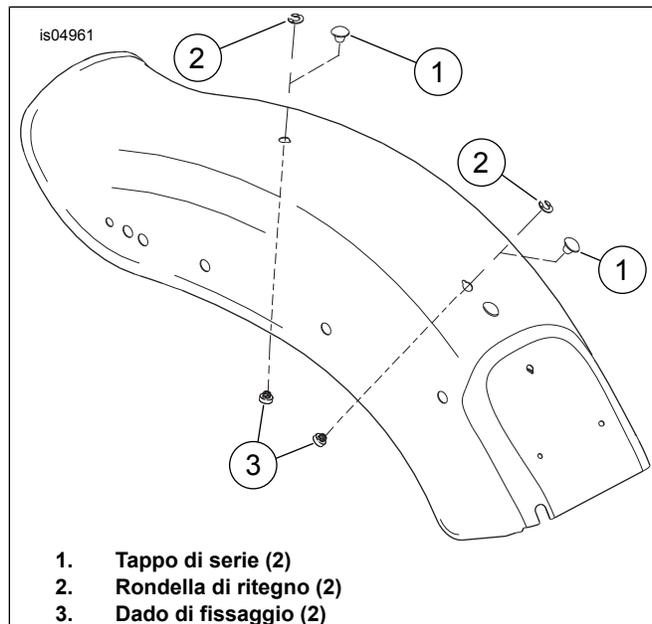

Figura 1. Rimuovere i tappi ed installare il dado di fissaggio
2. Vedere Figura 1. Rimuovere i due tappi di serie (1) dalla parte superiore del parafango posteriore.